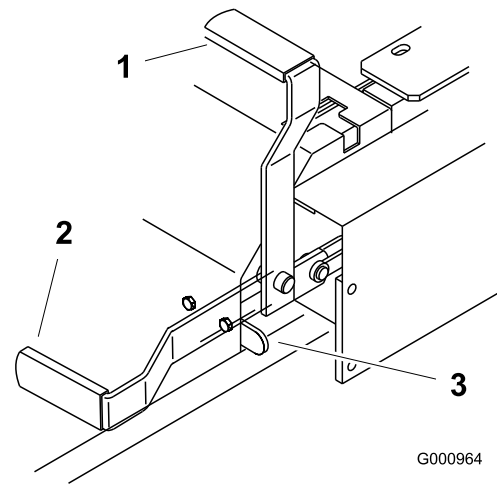

Bild 12
2. Ziehen Sie den Feststellbremshebel nach hinten und oben, um die Feststellbremse zu aktivieren (Bild 12). Der Feststellbremshebel muss fest in der AKTIVIERT-Stellung bleiben.
Drücken Sie den Feststellbremshebel nach vorne und unten, um die Feststellbremse zu lösen (Bild 12). Die Feststellbremse ist gelöst und der Hebel liegt am Bremsanschlag an.